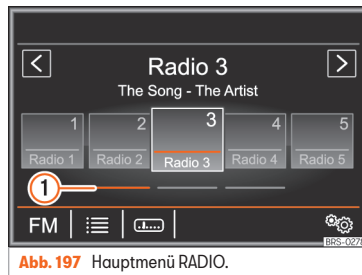

Abb. 197 Hauptmenü RADIO.
- **ODER:** Drücken Sie eine der Funktionsflächen **» Abb. 197 ①**